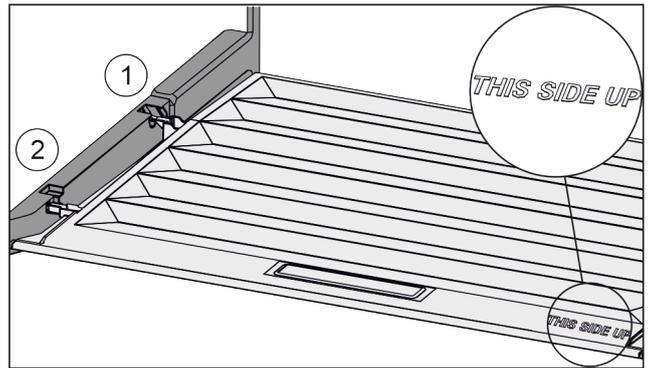

Fig. 68
- ▶ Introduzca los nervios de la tapa por la abertura del soporte trasero *Fig. 68 (1)* y encájelos por delante en el soporte *Fig. 68 (2)*.